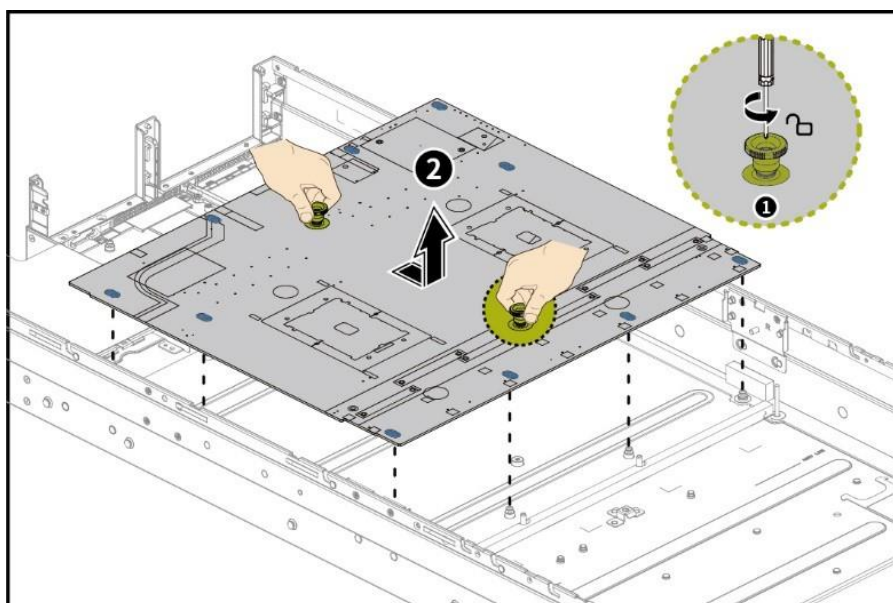

Рисунок 71 – Снятие материнской платы
- С помощью крестовой отвертки открутите 2 невыпадающих винта, фиксирующих материнскую плату в корпусе сервера (см. рисунок 71).